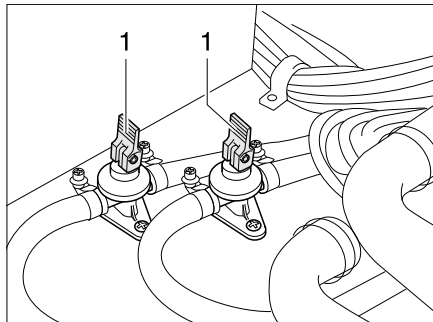

Fig. 122 Robinets de vidange
- Fermer les robinets de vidange. Placer les leviers à bascule (Fig. 122,1) en position horizontale.
- Ouvrir les robinets de vidange (Fig. 122). Pour cela, placer les leviers à bascule (Fig. 122,1) en position verticale. Le chauffe-eau est vidé à l'extérieur par le biais des robinets de vidange.